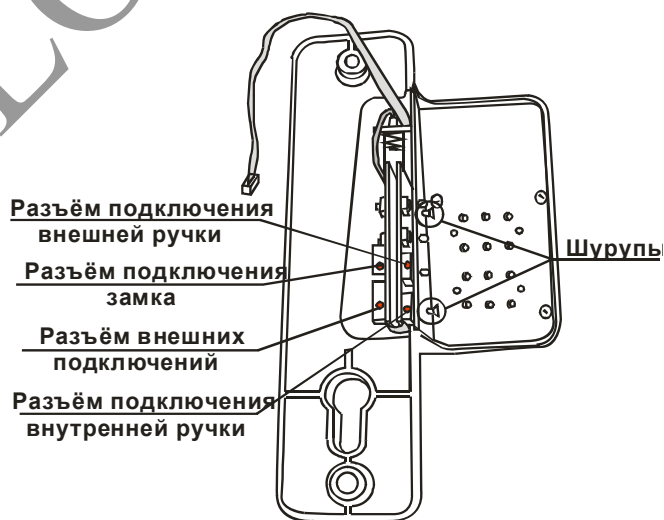

Рис. 2
- из левой ручки вынуть блок управления с отсеком питания, открутив два шурупа (см. рис.2).
- подсоединить кабель платы клавиатуры к разъёму внутренней ручки (см. рис. 2)
- В случае необходимости - подключить разъём внешних подключений согласно рис.2.